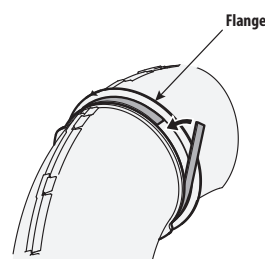

Figure 26
6. Épluchez le dégagement de la bande de mousse auto-adhésives (721-04388) qui a été inclus avec votre collecteur d'herbe. Appliquez-le sur le plateau supérieur, à égalité contre la bride comme indiqué sur la Figure 26.